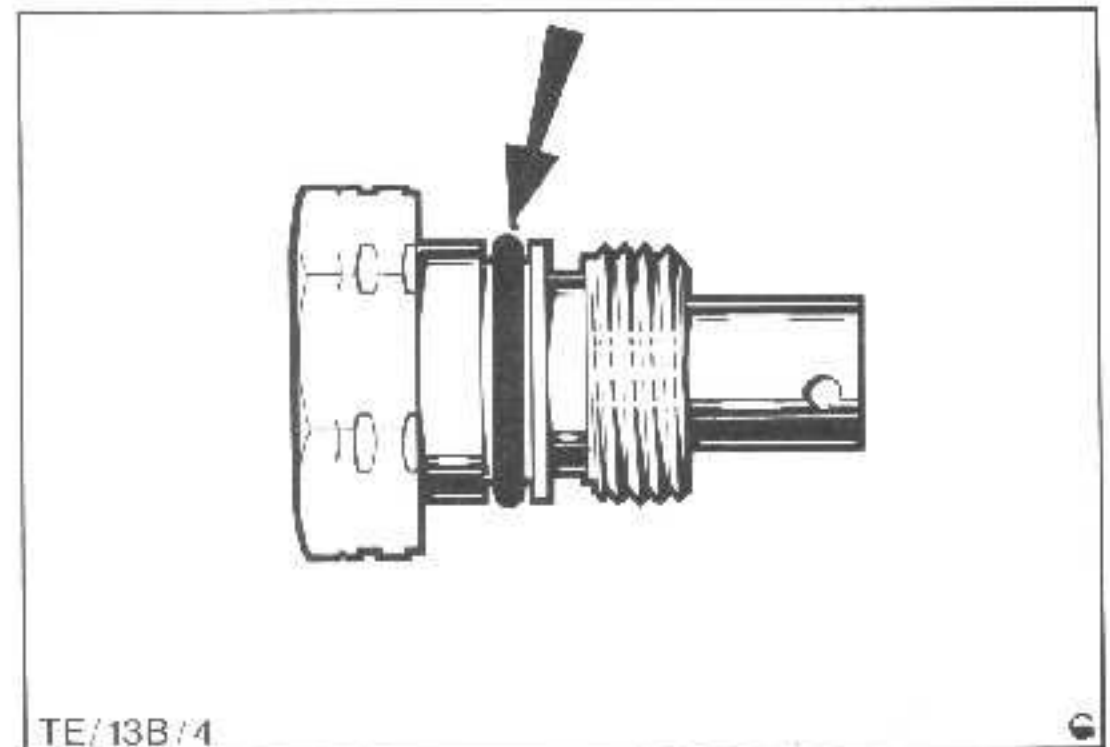

Abb.66 O-Ring am Verbindungs-Schraubstück
30. Neuen O-Ring in die Nut des Verbindungs-Schraubstücks einlegen, siehe Abb.66.